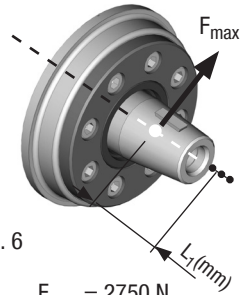

Fig. 6
- La force appliquée par la tension de la courroie sur le point d'application de la force (voir fig. 6) ne doit pas dépasser $F_{\max} = 2750 \text{ N}$.
- Si le point d'application de la force se déplace vers l'avant (voir fig. 6, petits points), la force F_{\max} diminue selon la formule suivante :